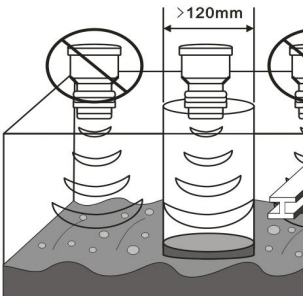

图 8 液体物料
(6) 表面平静无波的液体，超声波测量将获得最佳效果。如果液体表面有杂物、气泡或较大波动时，应加装导波管。导波管直径应大于 120mm，且无接头，见图 8。